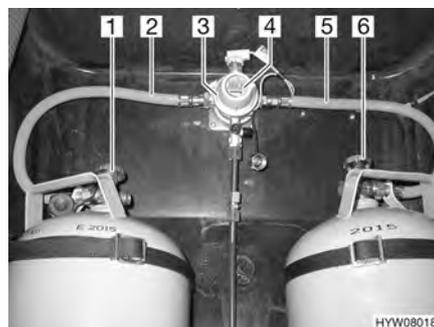
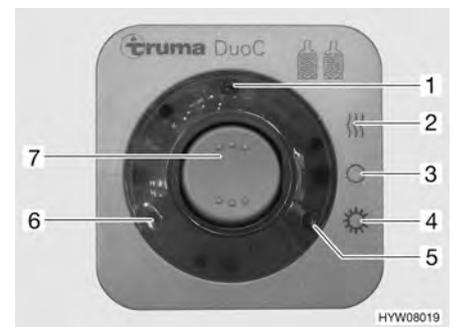

Fig. 92 Instalación de conmutación DuoControl
Fig. 93 Unidad de mando
La instalación de conmutación DuoControl se compone de una válvula selector (Fig. 92,3) y la unidad de mando (Fig. 93). La válvula selector está montada entre las gomas del gas (Fig. 92,2 y 5). Con el botón giratorio (Fig. 92,4)
En la unidad de mando (Fig. 93) únicamente pueden conmutarse las funciones eléctricas. Las llaves de paso principales de las bombonas de gas (Fig. 92,1 y 6) deben abrirse a mano.
La válvula selectora garantiza una presión de gas constante independientemente de cuál sea la bombona de gas que suministre el gas. Las dos luces de control en la unidad de mando indican el nivel de llenado de la bombona de servicio. Al estar encendida la luz de control verde (Fig. 93,6), estará llena la bombona de servicio. Al estar encendida la luz de control roja (Fig. 93,5), estará vacía la bombona de servicio. Entonces, el suministro de gas se realizará a través de la bombona de reserva.
- Abrir las llaves de paso principales en las bombonas de gas (Fig. 92,1 y 6).
- Con el botón giratorio (Fig. 92,4) en la válvula selectora (Fig. 92,3), seleccionar la bombona de gas de la que habrá de tomarse el gas principalmente (bombona de servicio). Girar el botón giratorio siempre hasta el tope.
- Conectar la instalación de conmutación DuoControl en la unidad de mando (Fig. 93). Para ello, ajustar el interruptor basculante (Fig. 93,7) en modo de invierno "On y calentar" (Fig. 93,2) o en modo de verano "On" (Fig. 93,4). Ahora, estará purgada de aire la válvula selectora. La luz de control amarilla (Fig. 93,1) estará encendida al haber seleccionado el modo de invierno y estando conectado el deshelador de regulador.
- Poner el interruptor basculante (Fig. 93,7) en "O" (Fig. 93,3). La luz de control amarilla (Fig. 93,1) se apaga.
- Cerrar las llaves de paso principales en las bombonas de gas (Fig. 92,1 y 6).
Las luces de control en la unidad de mando (Fig. 93,5 y 6) señalizan en el interior del vehículo si la bombona de servicio está dispuesta para el funcionamiento.
En caso de que luz de control verde (Fig. 93,6) se apague durante el servicio y se encienda la luz de control roja (Fig. 93,5), estará vacía la bombona de gas seleccionada como bombona de servicio y deberá ser cambiada. La bombona de reserva seguirá suministrando gas a los consumidores de gas.